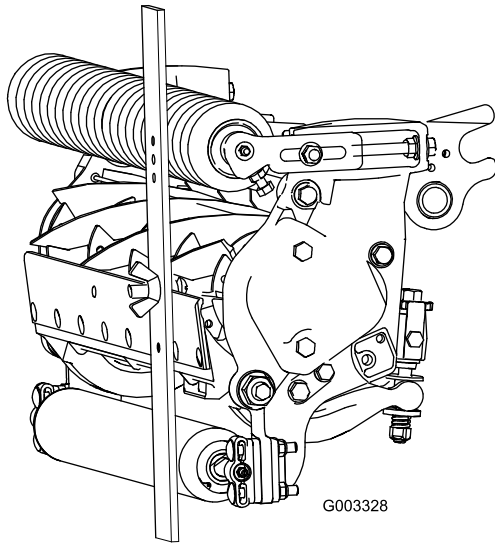

Figura 20
3. Enganche la cabeza del tornillo sobre el filo de la contracuchilla y apoye el extremo trasero de la barra sobre el rodillo trasero (Figura 20).
4. Gire el tornillo de ajuste hasta que el rodillo delantero entre en contacto con la barra de ajuste (Figura 20). Ajuste ambos extremos del rodillo hasta que el rodillo esté paralelo a la contracuchilla en toda su longitud.